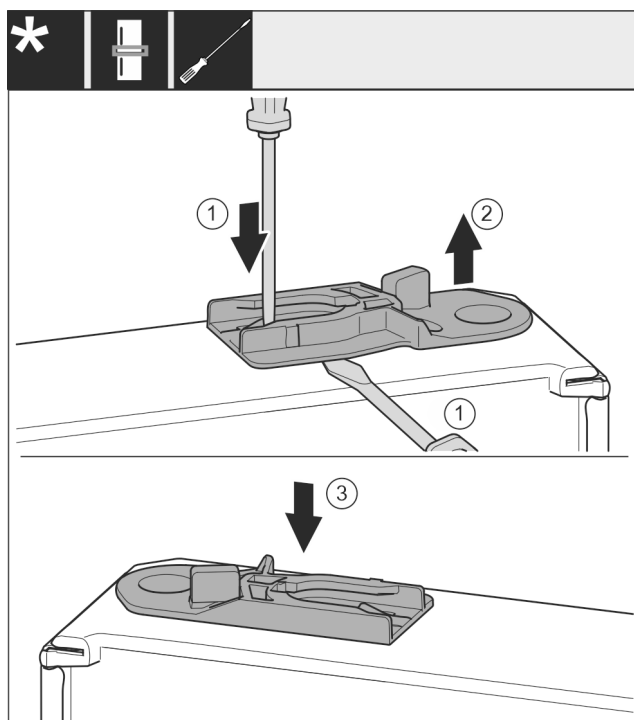

Fig. 45
- Estrarre la boccola di guida: Premere la linguetta Fig. 45 (1) con un cacciavite a intaglio e allo stesso tempo spostare in basso la boccola di guida Fig. 45 (2) con il cacciavite a intaglio.
- Inserire la boccola di guida Fig. 45 (3) inclusa nella fornitura sull'altro lato dell'alloggiamento.